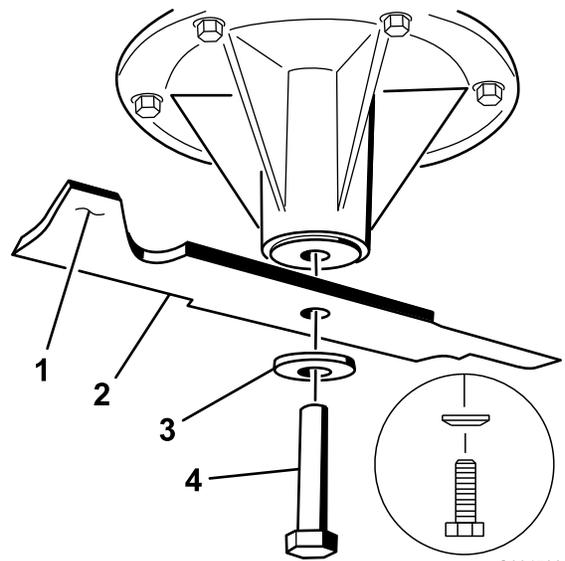

Figure 63
2. Pour les tabliers de coupe de 122 cm (48 pouces), enlevez le boulon de lame, la rondelle bombée et la lame de l'axe de pivot (Figure 63).
Remarque: Si la lame reste horizontale, elle est équilibrée et peut être utilisée. Si la lame est déséquilibrée, limez un peu l'extrémité de la partie relevée seulement (Figure 63).
1. Placez la lame sur l'axe (Figure 63).
Important: Pour obtenir une coupe correcte, la partie relevée de la lame doit être tournée vers le haut et dirigée vers l'intérieur du tablier de coupe (Figure 63).
2. Sur les tabliers de coupe de 122 cm (48 pouces), montez la lame, la rondelle bombée et le boulon de lame (Figure 63).